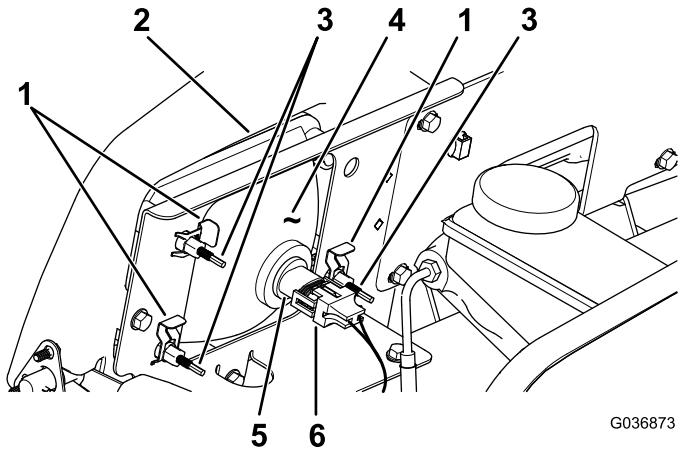

Рисунок 37
3. Отсоедините электрический соединитель жгута проводов от соединителя лампы в сборе (Рисунок 37).
4. Снимите скобы под саморез, которые крепят фару к кронштейну фары (Рисунок 37).
5. Снимите фару в сборе, подавая ее вперед сквозь отверстие в переднем бампере (Рисунок 37).
6. Вставьте новую лампу через отверстие в бампере (Рисунок 37).
8. Подсоедините электрический соединитель жгута к соединителю лампы в сборе (Рисунок 37).